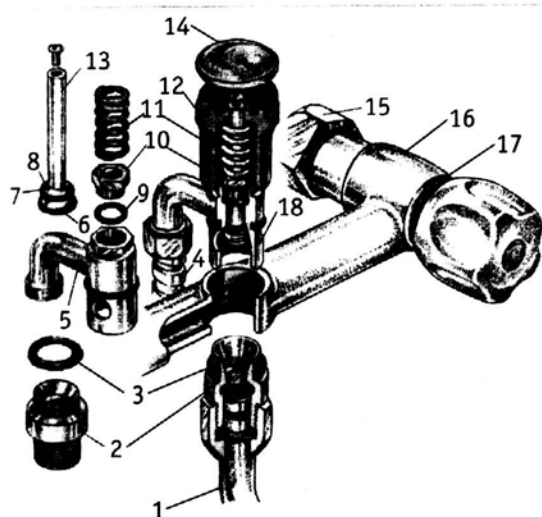

Рис. 1–2–35. Смеситель с вертикально расположенным кнопочным переключателем:
Трубопровод с горячей водой принято подсоединять к левому патрубку смесителя, если смотреть на него спереди. Трубопровод с холодной водой тогда расположен справа (рис. 1–2–35). В случае, когда разводка труб в помещении не позволяет сделать подводку, как указано, то синий и красный указатели на маховиках меняют местами. Чтобы это сделать, края указателей поддевают углом лопатки отвертки или кончиком ножа. Указатели потом без труда вынимают пальцами.
1. Присоединение излива с помощью накидной гайки (следует учесть, что на изливе есть два кольца: одно резиновое — для уплотнения, второе пластмассовое — ограничивающее расстояние, на которое трубка излива входит в соответствующее отверстие детали корпуса) (рис. 1–2–17в);
2. Подсоединение через резиновую прокладку накидной гайкой гибкого шланга к соответствующему отверстию детали узла переключателя (рис. 1–2–18и).